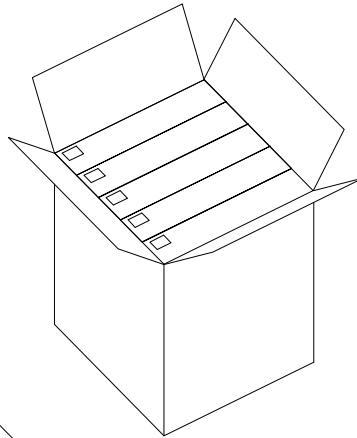

图4
- 2: 如图4, 每盒装5盘, 装盒后贴上物料标签, 数量为5X4000pcs。